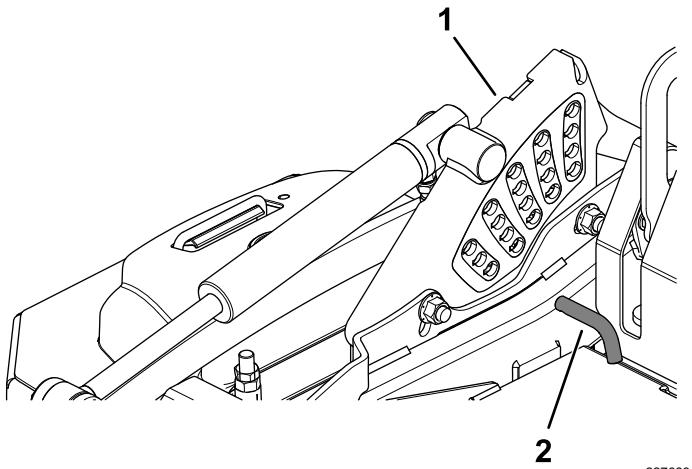

Bild 25
2. Drehen Sie den Schnitthöhenstift so lange, bis der Anschlagstift mit den Schlitten in den Löchern in der Schnitthöhenhalterung ausgefluchtet ist. Nehmen Sie ihn dann ab (Bild 25).
3. Führen Sie den Schnitthöhenstift in das Loch ein, das der gewünschten Schnitthöhe entspricht (Bild 25).
- Die Schnitthöhen finden Sie auf dem Aufkleber an der Seite der Mähwerkhubplatte (Bild 25).